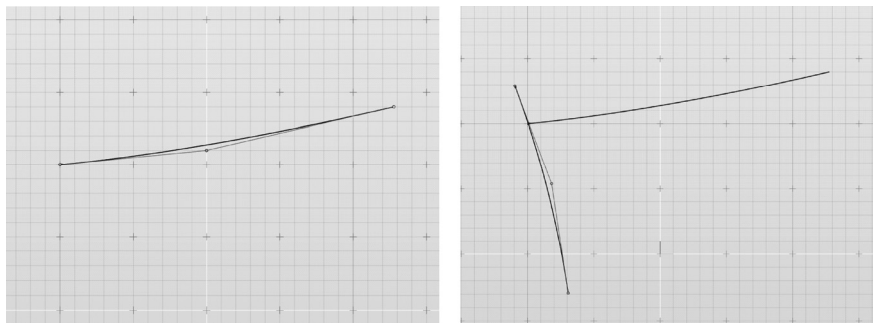

图 5-112 NURBS 曲线#1 (左) 和 NURBS 曲线#2 (右)
- 2) 激活右视图, 并使用 NURBS 曲线工具, 创建两条曲线, 与图 5-112 所示类似即可。整体车架尺寸约为 $25\text{cm} \times 18\text{cm}$ 。